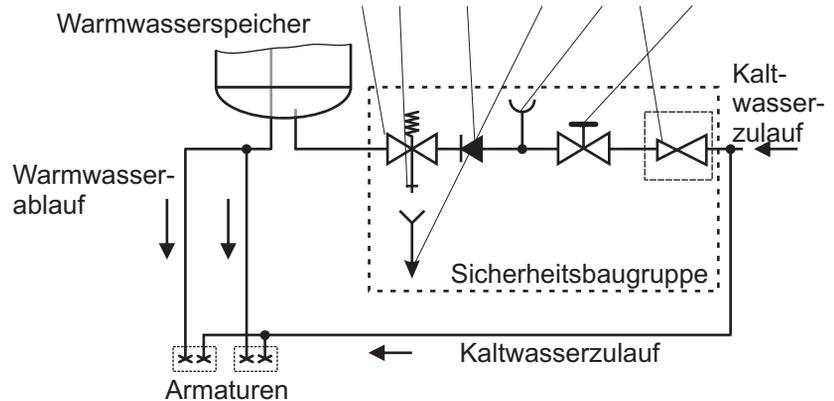

Bild 3: Wasseranschluss im geschlossenen System
- Es dürfen nur druckfeste Armaturen verwendet werden (**siehe Bild 3**).